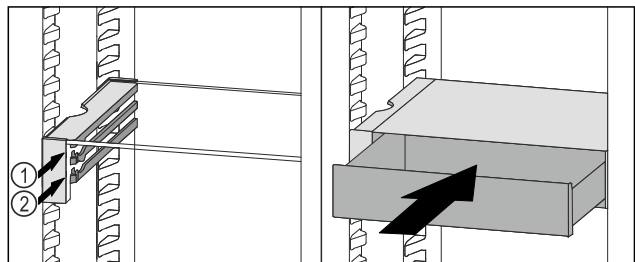

Fig. 102
- ▶ VarioSafe-Schubfach hinter den Stopperrn auf gewünschter Rippe *Fig. 102 (1)* oder *Fig. 102 (2)* aufsetzen.